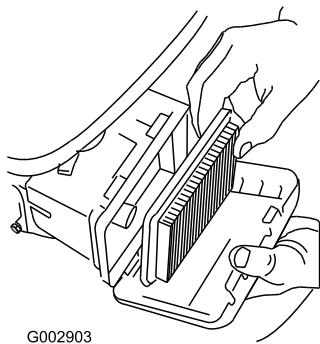

Figura 32
3. Inspeccione el filtro de aire de papel (Figura 32).